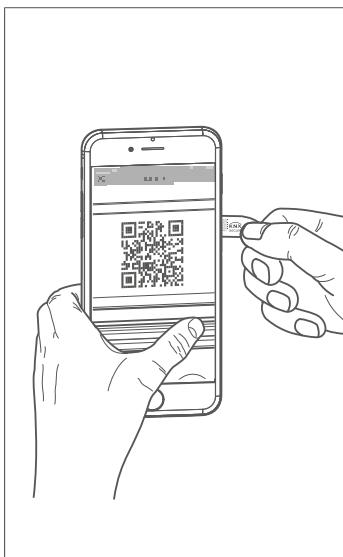
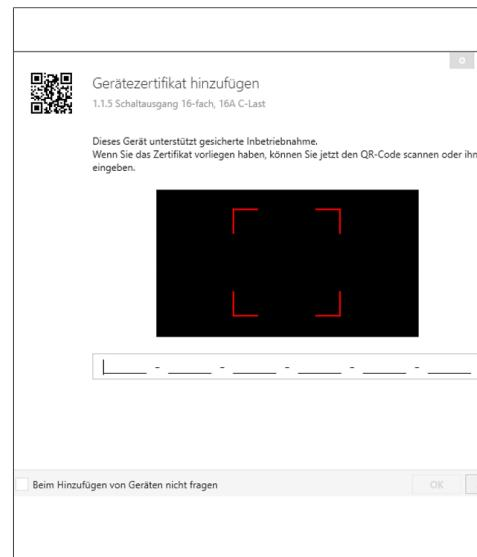

Fig. 6: Scansionare il codice QR
Fig. 7: Inserire il codice QR manualmente
- ➋ Inserire il codice secure del dispositivo (codice QR) (Fig. 7), scansionarlo (Fig. 6) oppure aggiungerlo al progetto in ETS.